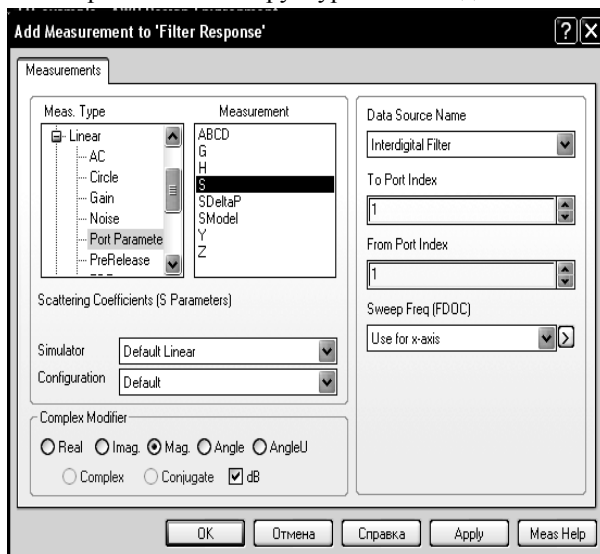

Рис. 5.24
**Measurement**, или щёлкните левой кнопкой мышки по значку **Add Measurement** на панели инструментов. Откроется диалоговое окно **Add Measurement** (рис. 5.24).